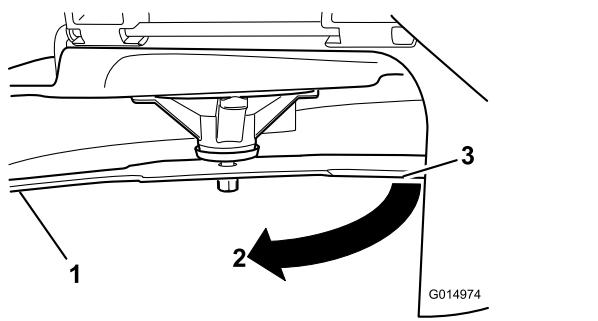

Figura 99
3. Distancia medida entre la cuchilla y la superficie (A)
4. Gire la misma cuchilla 180 grados de manera que el otro extremo esté en la misma posición (Figura 99).